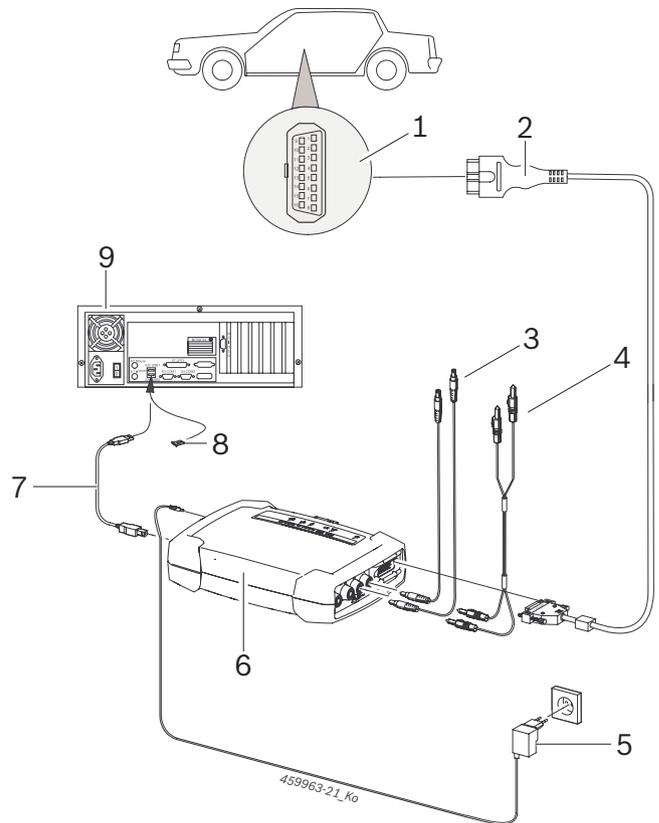

Рис. 6: Схема соединений на примере KTS 590
- соединительному проводу OBD (рис. 6, поз. 2) или